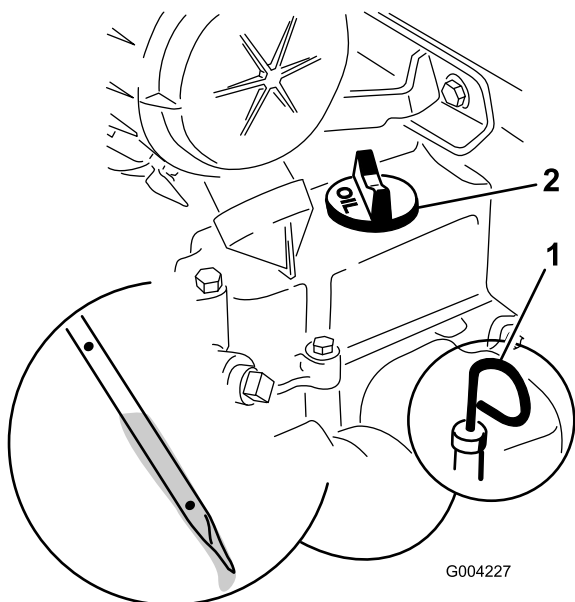

Рисунок 15
3. Если уровень масла низкий, снимите крышку заливной горловины (Рисунок 15) и долейте столько масла, чтобы поднять его уровень до метки Full на масляном щупе.